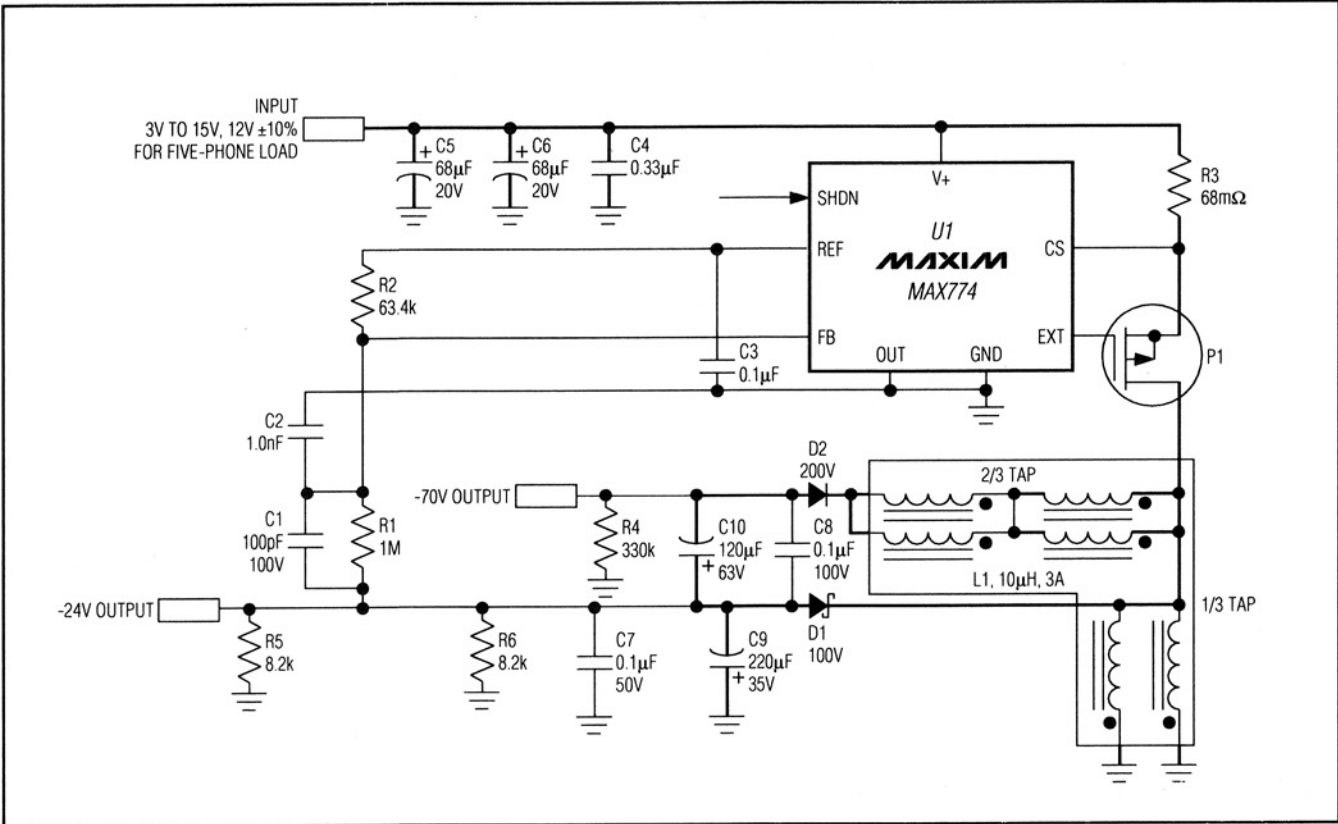

図1. MAX774 IRG EVキットの回路図
EVキットの回路図(図1)及びMAX774/MAX775/MAX776データシートのMAX774ブロック図に、回路の動作原理を示します。-24V出力が安定化範囲外まで低下すると、MAX774のエラーコンパレータが切替サイクルを開始します。この時、PチャネルMOSFET(P1)がオンになり、トランスのより低い巻線(1/3タップとグランド間)を通じて電流がランプアップし、磁界にエネルギーが蓄積されます。センス抵抗を通過した電流がトリップしきい値(210mV/68mW = 3.09A)を超えると、MOSFETがオフになって電流が遮られ、トランスの磁界が消滅します。トランスは、出力ダイオードに電流を流し込み、蓄積されたエネルギーを出力フィルタコンデンサに転送します。出力フィルタコンデンサは、負荷に供給された電力と電圧を平滑化します。出力が安定化トリップポイント以下に下がると、MAX774は次のサイクルを開始します。この-24V出力は、図1に示すように分圧器R1及びR2を接続することによって精密に安定化されています。MAX774はFBピンを安定化し、0Vに維持します。-70V出力は、-24Vと-70V出力間の巻数比を使用して安定化されます。
-70V出力を安定化範囲に維持するには、出力にプレロードを使用します。5つのリンガー相当の負荷を扱う設計では、次に示すプレロードを使用してください。オフフックの場合、-70V出力を維持するのに必要な電流は僅か200 $\mu$ A程度です。この値は、330k $\Omega$ 抵抗(図1のR4)又はツェナーダイオード(図2b)を使用することによって得られます。オンフックの場合は、-70V出力を維持するために、-24V出力に約5.5mAを流します。この5.5mAは、2つの8.2k $\Omega$ 抵抗(R5及びR6)を使用して、連続で流すことも、電話をリングしている間にトランジスタでプレロードをON/OFFすることによって断続的に流すこともできます(図2c)。トランジスタは、マイクロコントローラの入力/出力を使用して制御するか、又はAM79R79の制御信号からデコードすることができます。
- 3) EVキットの回路図(図1)で示したハイパワートレースは、できるだけ短く広くなるようにしてください。(C5、C6、R3、P1及びL1から成る)消費電流ループ及び出力電流ループ(-24V出力ではL1、D1及びC9、-70V出力ではL1、D2、C9及びC10)は、放射ノイズを低減するために、できるだけ短くしてください。